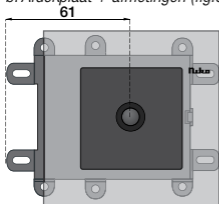

fig.5
b. Afdekplaat + afmetingen (fig.5 en 6)